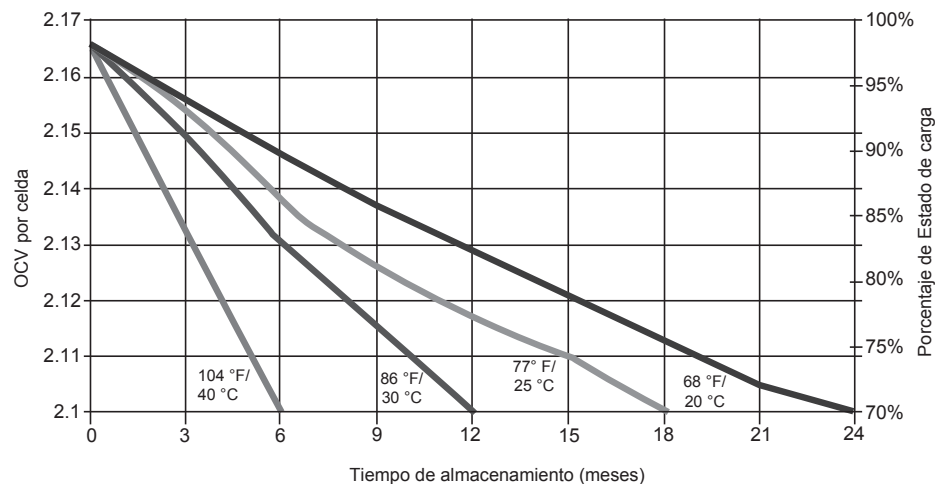

Figura 1: Comparación entre la capacidad y el tiempo de almacenamiento
| Figura 1: Capacidad y Tiempo de Almacenamiento .....                                   | 8  |
- Es importante realizar un seguimiento del voltaje de circuito abierto que está relacionado con la densidad del electrolito. • Si el voltaje del circuito abierto es menor a 12.6V o las baterías se han almacenado por un tiempo mayor al indicado en la Figura 1, las baterías se deben cargar para evitar daños provocados por autodescarga.